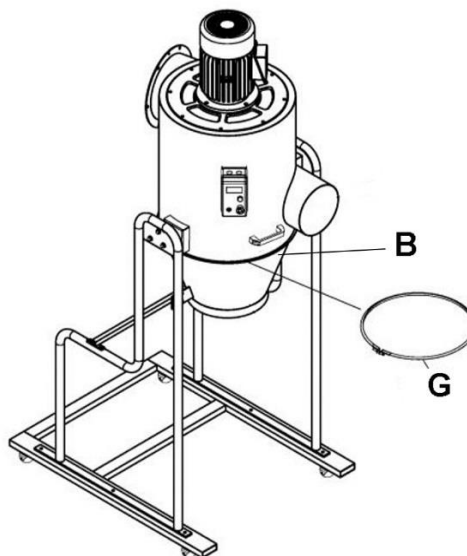

Figure 6
7. Installez l'entonnoir (B) sous le boîtier principal. Sécurisez avec le serrage de l'entonnoir (G). Voir la Figure 6. Serrez la vis sur le serrage de l'entonnoir.